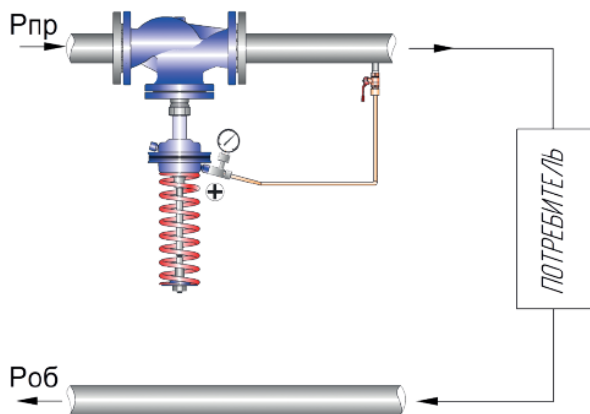

Рисунок 7 - Схема подключения РД
8.5.2. Монтаж РД проводить согласно схеме на рис. 7.
- подать давление в импульсную линию, соединяющую камеру «+» мембранного привода, плавно открыв запорный кран (рис. 7).